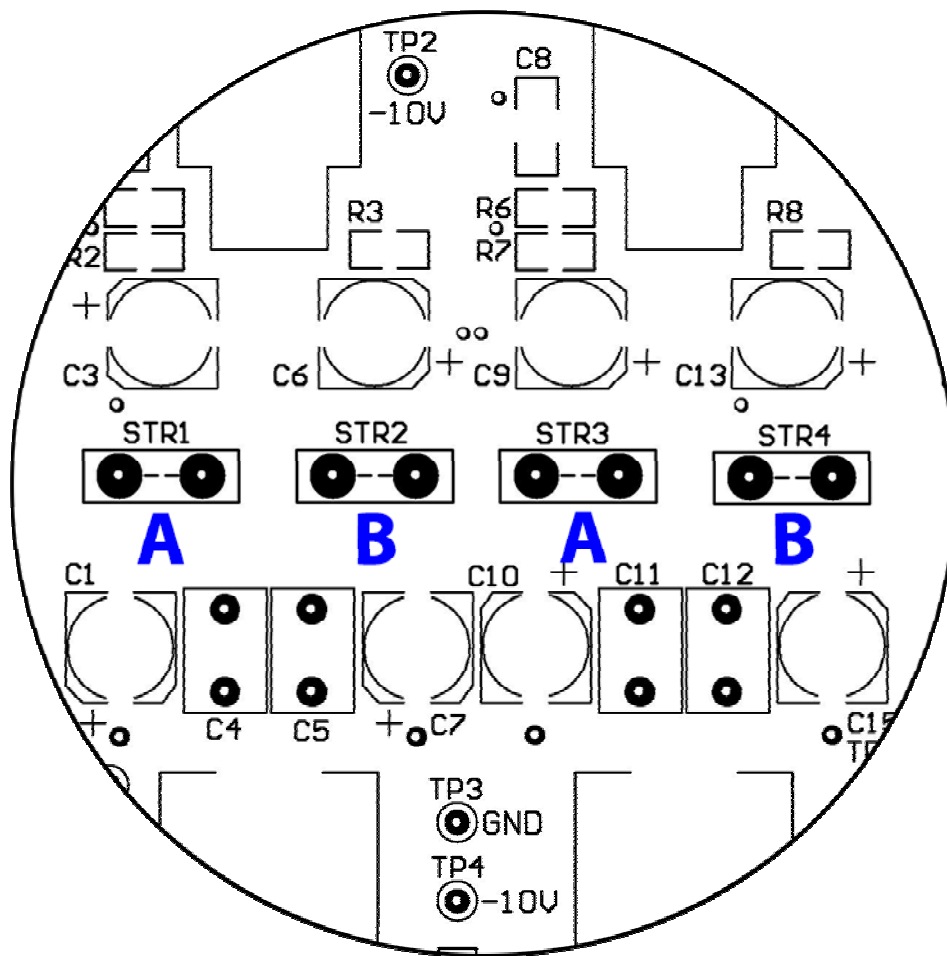

Figure 11: Circuit imprimé pour alimentation externe du Néo 310LP
Le préamplificateur phono **Néo 310LP** peut être utilisé avec l'alimentation **MOON 320S**, vendue séparément. En vous référant à la figure 11 ci-dessous, vous observerez une rangée de quatre (4) cavaliers identifiés STR1, STR2, STR3 et STR4. Par défaut, les cavaliers sont placés à la sortie de l'usine aux emplacements STR2 et STR4 (positions **B** selon la figure ci-dessous). Afin d'utiliser conjointement le **Néo 310LP** et le **MOON**
**320S** de façon adéquate, vous devez déplacer les cavaliers aux positions STR1 et STR3 (positions **A**), comme démontré à la figure 11. Pour plus de détails, veuillez vous référer à votre manuel d'utilisation du **MOON 320S**. **Le fait de ne pas, ou de mal réaliser cet ajustement, pourrait créer des dommages à votre appareil, qui ne seront pas couverts par la garantie.**